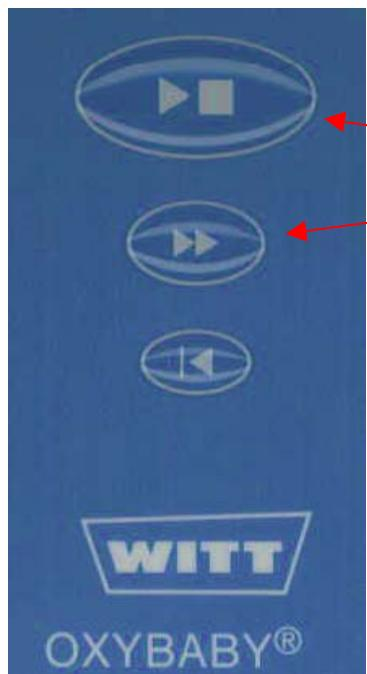

Рис. 4
- Нажмите одновременно верхнюю и среднюю кнопку (см. рис. 4) и удерживайте пока не появится вопрос: «Вы встроили новый датчик?»